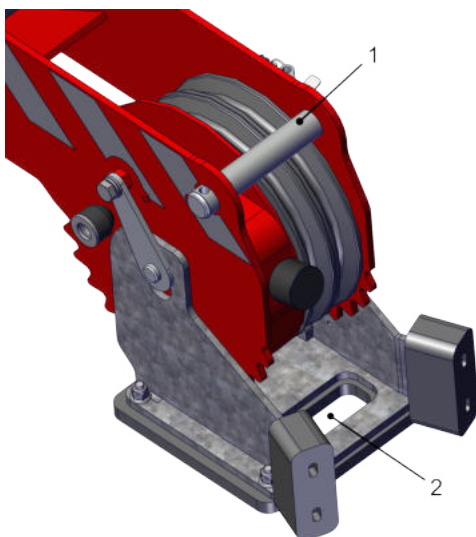

Figura 4.12 Posicionamiento del cable
- Coloque el cable sobre el cabezal del cabestrante. Quite primero el perno superior (1) del cabezal. Deposite el cable sobre la polea de cable central y fije y apriete el pasador superior. Posicione bien el cable a través del tope del cable (véase Figura 4.12).